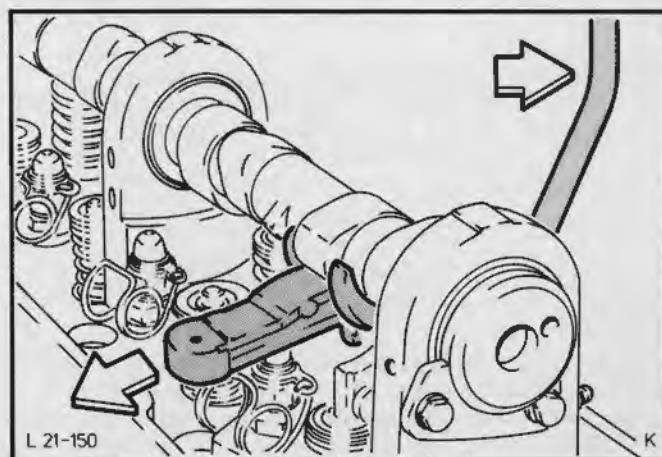
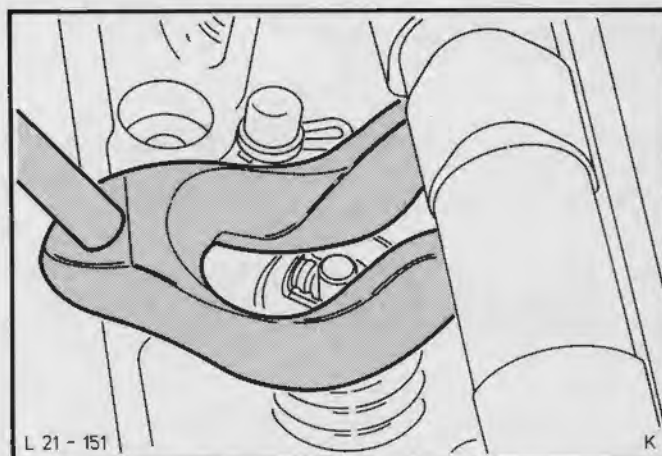

Fig.95. Afmonter vippearmen med specialværktøj 21-005-A
Fig.96. Afmontering af ventillåse, fjederholder og ventiltfjeder med specialværktøj 21-005-A
6. Hægt vippearmsfjedrene af. Tryk ventiltfjedrene og fjederholderne sammen med værktøj 21-005-A, idet der lægges en træklodd i forbrændingskammeret. Træk vippearmen af, Fig.95, og fjern ventillåsene, Fig.96.